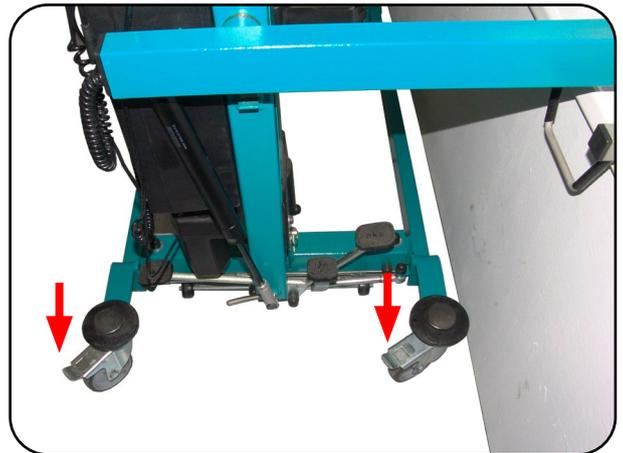

Abbildung 56
- Stellen Sie die Laufrollen fest (Abbildung 56).